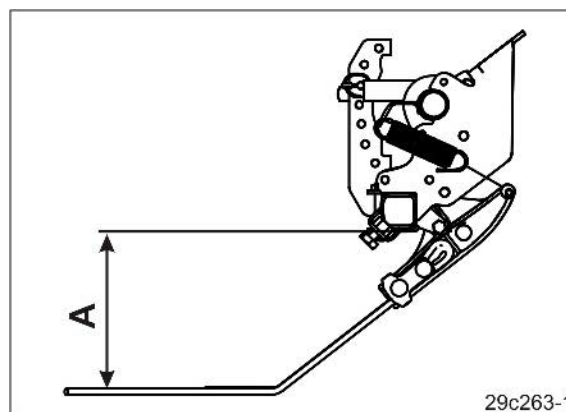

Рис. 172
3. Отрегулируйте зубья выравнивателя типа «Ехакт» в соответствии с таблицей (Рис. 172).
→ Расстояние А (Рис. 172) увеличивается
→ Расстояние А (Рис. 172) уменьшается.